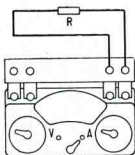

Bild 21
5. a) **Meßobjekte von 0...500 Ohm** sind an die beiden rechten Klemmen des Ohm-Zusatzes anzuschließen. Der Meßpfadschalter ist auf „A“ zu stellen (Bild 21). Wird die Taste gedrückt, schlägt der Zeiger aus; der Ausschlag α ist an der schwarzen Skala abzulesen. Der Ohmwert des Widerstandes kann entweder an der Leiter